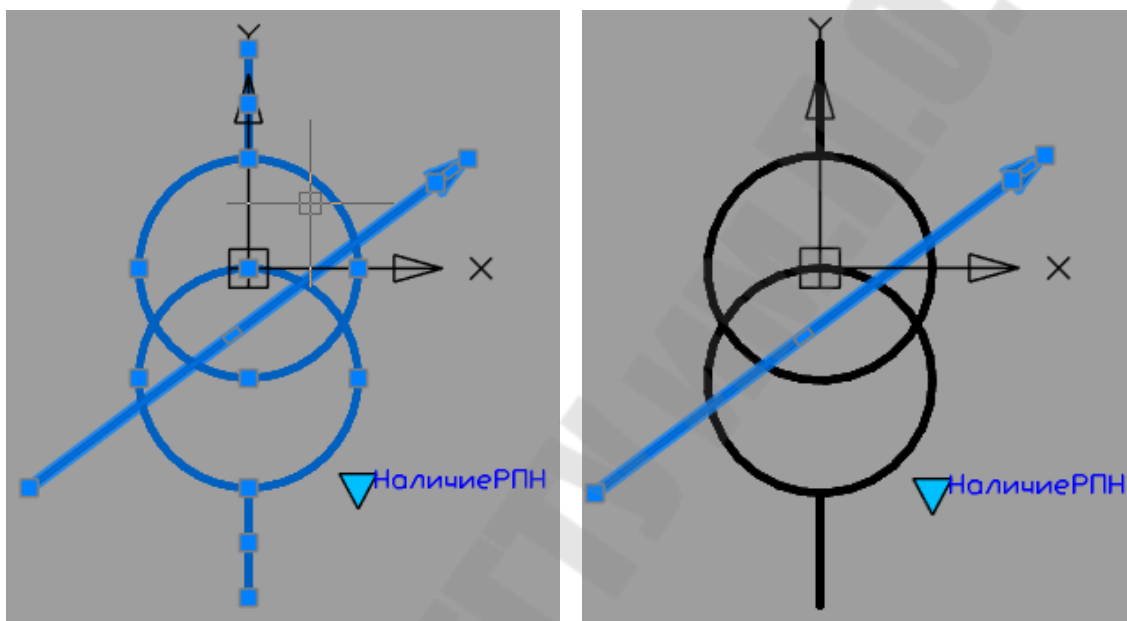

Рис. 3.254 Выбор объектов для состояний видимости:
- любым из способов выбора (прицелом, рамкой и т.д.) помещаем в набор выбора объекты блока, которые должны быть видимы в состоянии видимости **РПН-Да** (рисунок 3.254, а);
- любым из способов выбора (прицелом, рамкой и т.д.) помещаем в набор выбора объекты блока, которые должны быть невидимы в состоянии видимости **РПН– Нет** (рисунок 3.254, б);